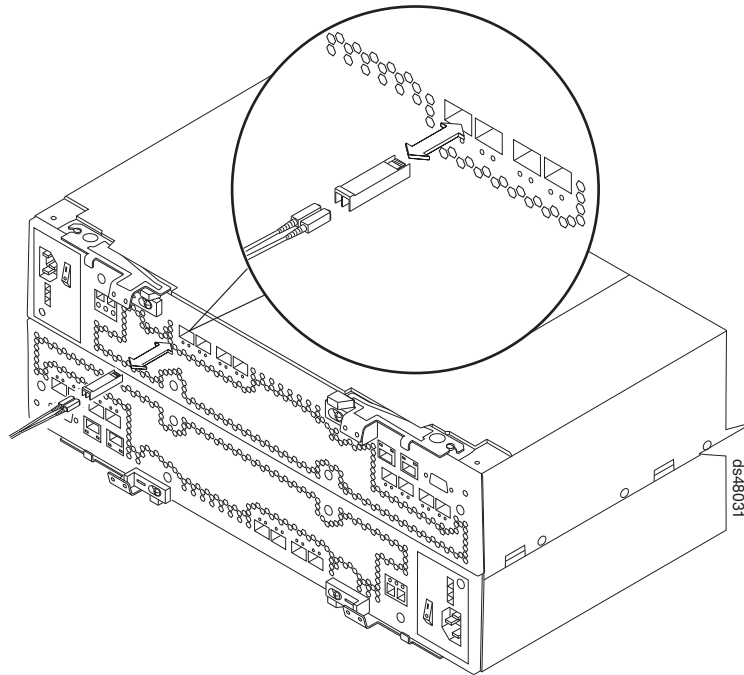

図 27. SFP モジュールの交換
4. 所定の位置に確実に収まるまで、SFP モジュールをファイバー・チャンネル・ポートに挿入します。 60 ページの図 27 を参照してください。
く回転されているか確認してください。無理に差し込まないでください。コントローラー A のファイバー・チャネル・ポートの場合、SFP は、露出したプリント回路を (図 27 に示されているとおりに) 上に向けて差し込んでください。コントローラー B のファイバー・チャネル・ポートの場合、SFP は、露出したプリント回路を下に向けて差し込みます。